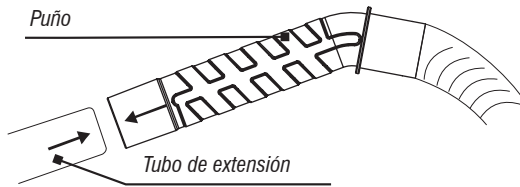

Fig. 5 – Conectando el puño en el tubo de extensión
- Conecte el puño en la extensión, conforme Fig. 5;